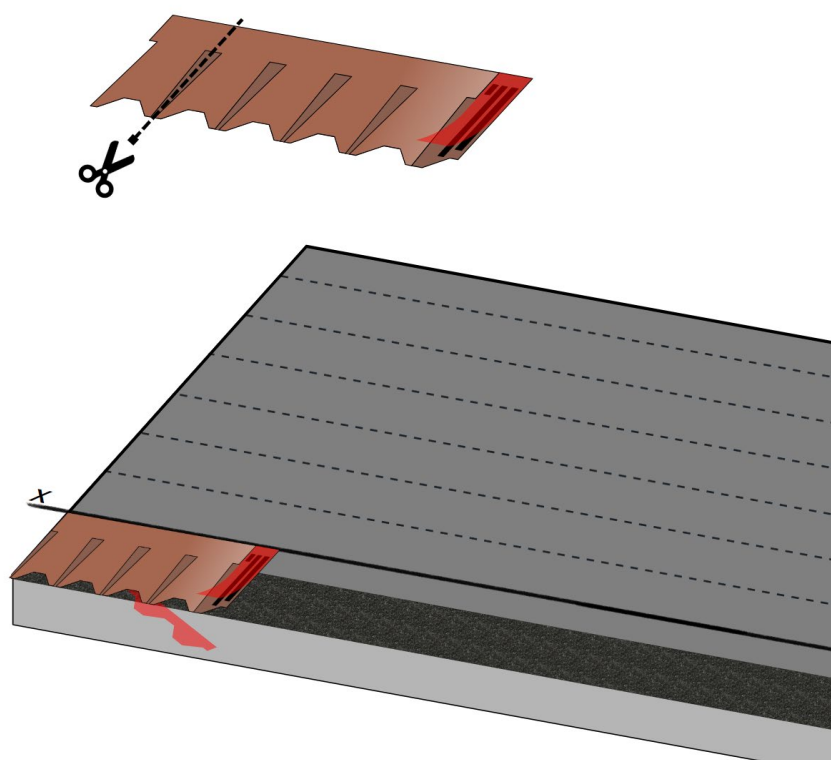
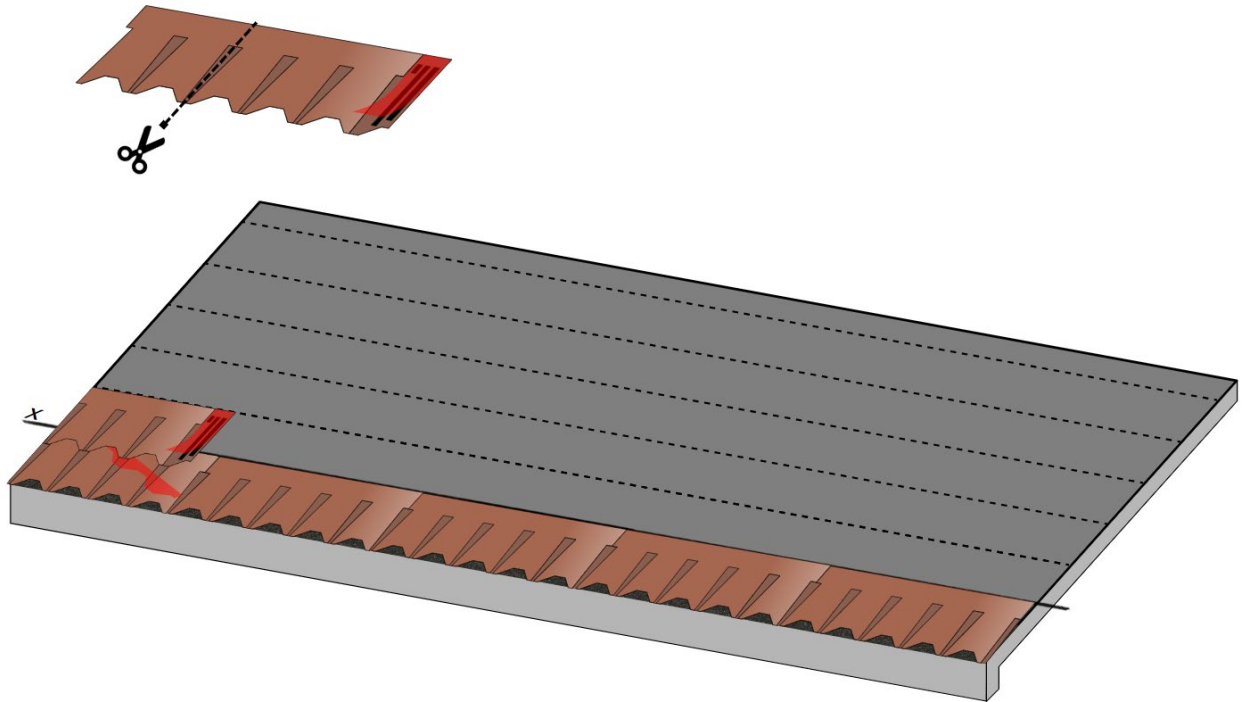

Fig. 21 - Posa della prima tegola Master Coppo a fiamma
Fig. 24 - Installazione della seconda fila di Master Coppo a fiamma
- Procedere con la posa a fiamma della prima fila di tegole Master Coppo. Per la posa a fiamma del Master Coppo, si rende necessario partire con la posa dal bordo sinistro della falda, tagliando il primo coppo a sinistra - Fig. 24. Rimuovere il film protettivo dal lato e dal retro delle faldine della tegola; allineare il bordo sinistro della prima tegola al bordo della falda e il bordo superiore all'orizzontale **x** - Fig. 21.
- Procedere con la posa della seconda fila di tegole Master Coppo. Tagliare dalla prima tegola della seconda fila, due elementi coppo della tegola - Fig. 24. Allineare il bordo sinistro della tegola al bordo sinistro della falda e il bordo superiore della tegola alla retta orizzontale distante 24,5 cm da **x** - Fig. 24.